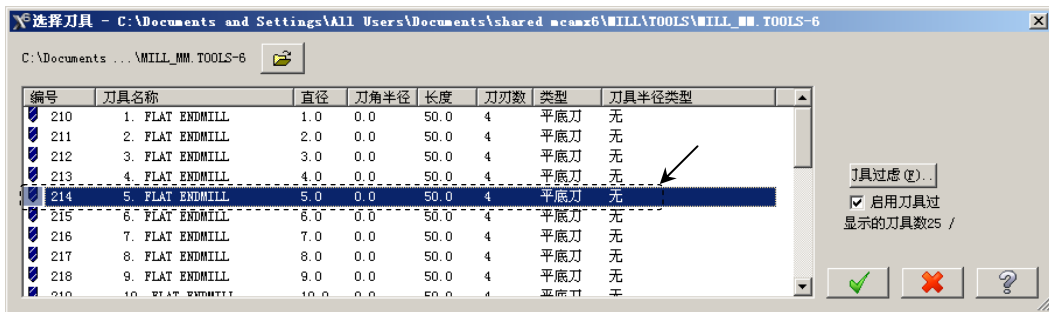

图 14.38 “选择刀具”对话框
Step4. 选择刀具。在“曲面精加工浅平面”对话框中单击 **选择刀库** 按钮，系统弹出“选择刀具”对话框，在该对话框的列表框中选择图 14.38 所示的刀具。单击 **✓** 按钮，关闭“选择刀具”对话框，系统返回至“曲面精加工浅平面”对话框。